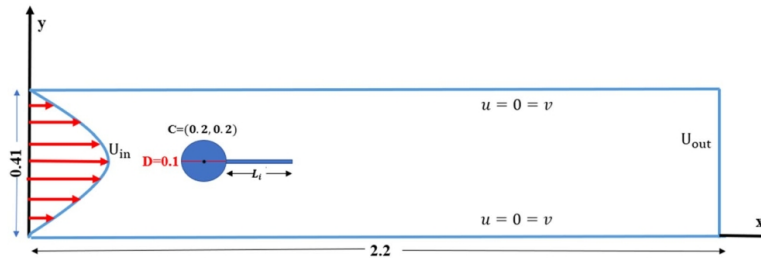

Figura 2: Cilindro com *splitter*.
**Problema 3.** *Cylinder with splitter.* O objetivo aqui é simular o mesmo problema do artigo “Effectiveness of splitter plate to control fluid forces on a circular obstacle in a transient flow: FEM computations” (Ain et al., 2022, Scientific Reports). Esse artigo estuda o efeito da inclusão de um *splitter* no escoamento em torno de um cilindro. A geometria é apresentada na figura 2.